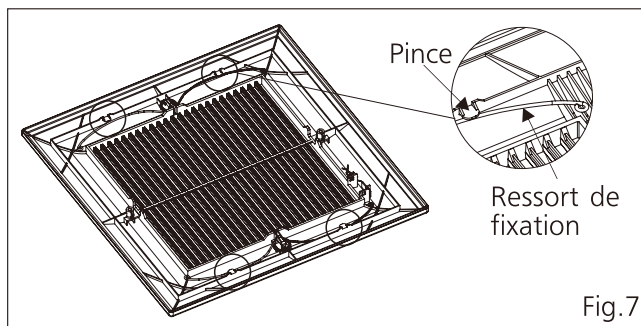

Fig.7
8. Retirez les ressorts de fixation des pinces. (Fig.7)